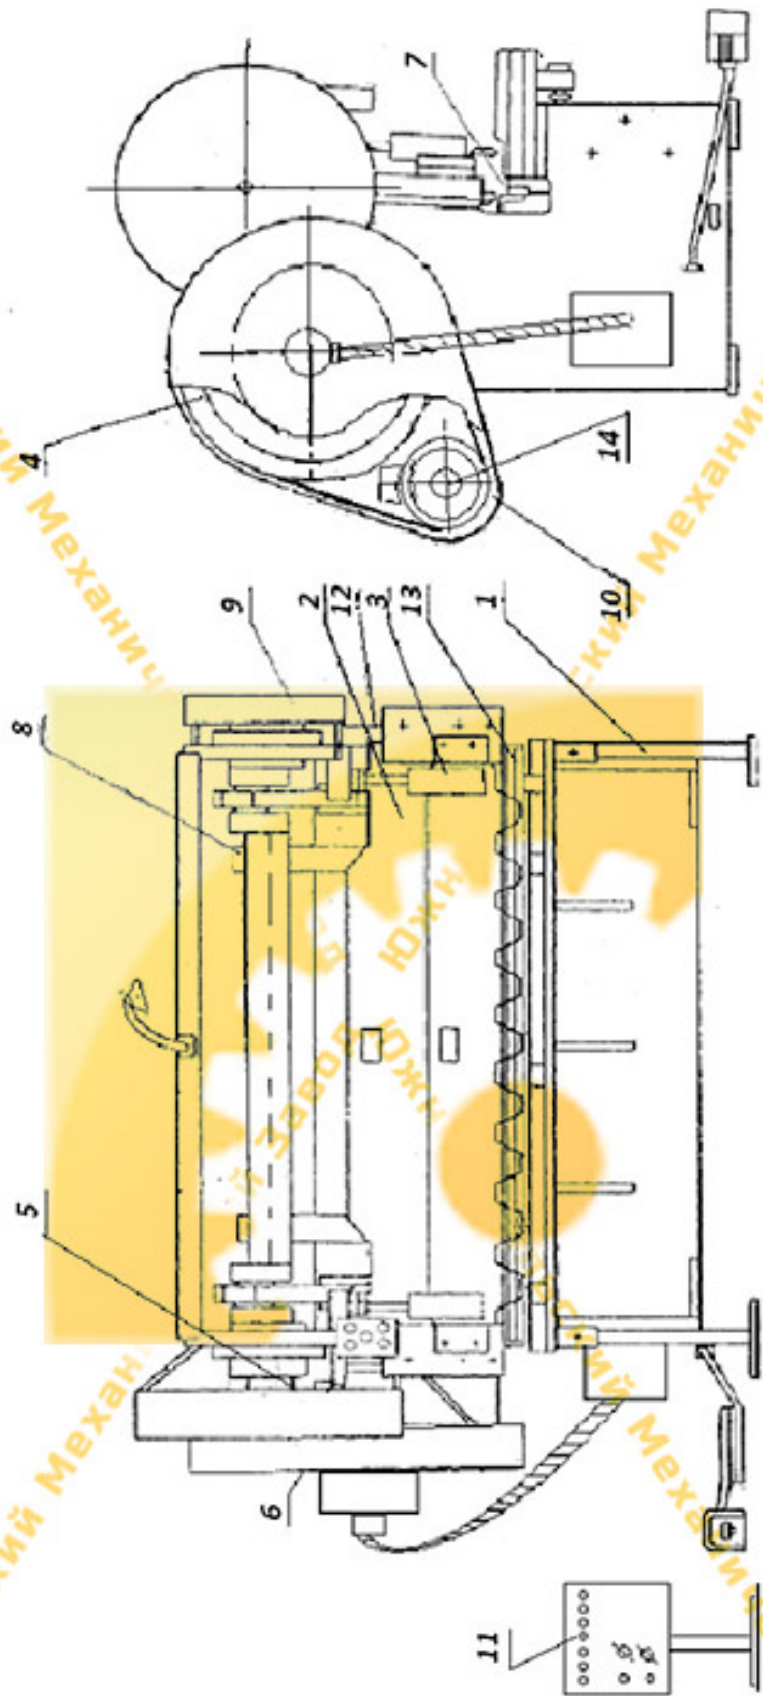

Рис. 1. Расположение составных частей ножниц
Ножницы кривошипные листовые с наклонным ножом модели (рис.1) предназначены для резки листового материала с $\sigma=50$ кгс/мм².
4.1. Общий вид с обозначением составных частей ножниц (рис.1).